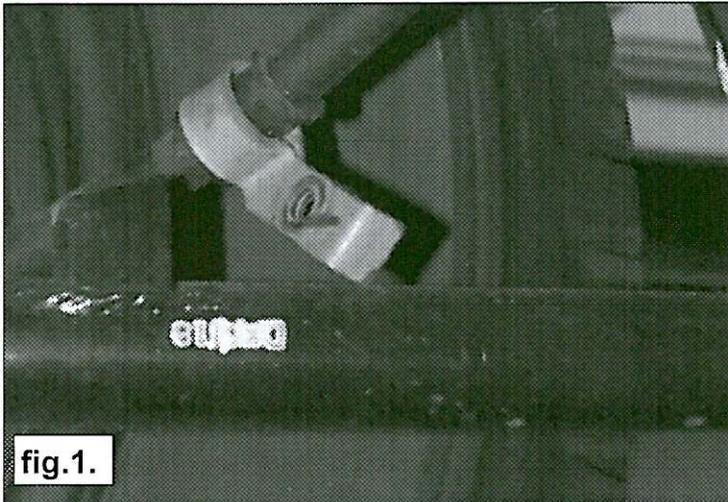

fig.1.
2. Maak de bevestigingsbeugels van de handrem los. Zie fig. 1.
2. Disconnect parkingbrake cable clamps. See fig. 1.